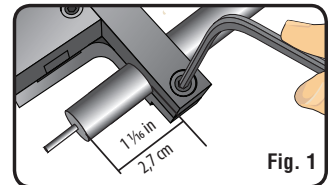

Fig. 1
1. Remove protective cap from squaring-end of Hub Tool and slide through hole in Wheel Lathe until approx. 1 1/16" is exposed. Tighten Hub Tool in place with Allen Wrench (Fig. 1).
1. Retirer le capuchon de protection de aplatissement-extrémité de l'outil de moyeu et faites glisser dans le trou de tour de roue jusqu'à env. 2,69 cm est exposée. Serrer l'outil de moyeu en place avec une clé Allen (Fig. 1).